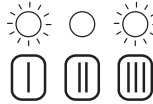

Figura 8.6
- Ripremere il pulsante di ripristino 4 in Figura 3.1 per circa 5 secondi, la lampada di blocco 5 in Figura 3.1 si spegne, mentre le spie di segnalazione 1 in Figura 3.1 lampeggiano in maniera richiesta potenza riscaldamento Figura 8.6.